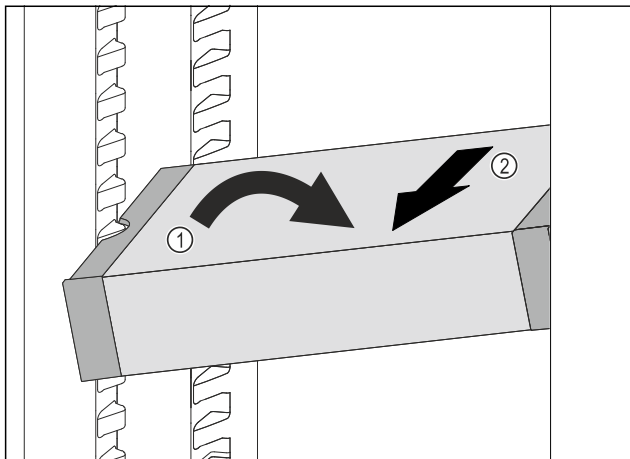

Fig. 81
- ▶ Poziționați oblic VarioSafe în frigider. Fig. 81 (1)
- ▶ Extrageți VarioSafe spre înainte. Fig. 81 (2)